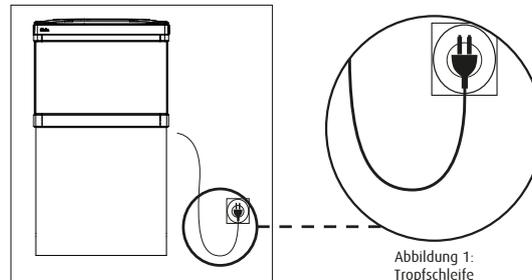

Abbildung 1:
- b. Um ein Nasswerden des Gerätesteckers oder der Steckdose zu vermeiden, stellen Sie Gestell und Becken des Aquariums neben einer Wandsteckdose so auf, dass kein Wasser auf die Steckdose oder den Netzstecker tropfen kann. Sie sollten eine „Tropfschleife“ (Abbildung 1) für jedes Netzkabel bilden, das ein Gerät des Aquariums mit der Steckdose verbindet. Die „Tropfschleife“ ist der Teil des Netzkabels, der unterhalb der Steckdose oder der Anschlussdose liegt. Verwenden Sie nötigenfalls ein Verlängerungskabel um zu vermeiden, dass Wasser am Kabel entlangläuft und mit der Steckdose in Berührung kommt. Wenn der Netzstecker oder die Steckdose nass wird, Netzkabel NICHT aus der Steckdose ziehen. Schalten Sie die Sicherung oder den Sicherungsschalter des Stromkreises für das Gerät aus. Ziehen Sie erst danach das Netzkabel des Gerätes heraus und überprüfen Sie die Steckdose auf das Vorhandensein von Wasser.